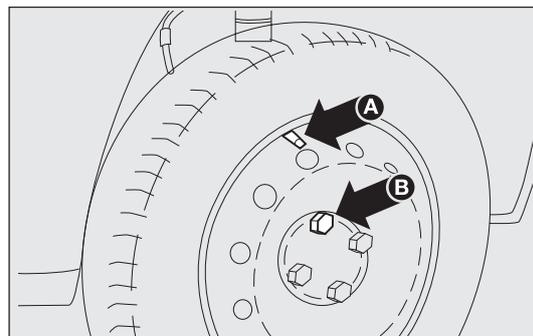

fig. 138
- ❑ montare la ruota di uso normale avvitando la prima colonnetta B-fig. 138 per 2 filetti nel foro più vicino alla valvola di gonfiaggio A;